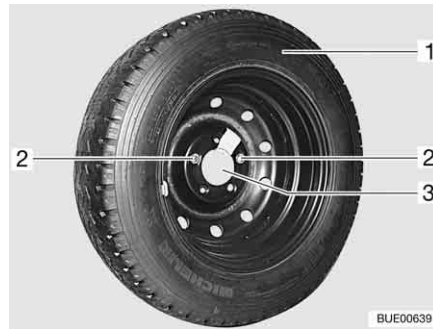

Fig. 278 Supporto per la ruota di scorta nel garage di coda
- Svitare e rimuovere entrambe le viti di fissaggio (Fig. 278,2) con la dotazione attrezzi.
- Rimuovere la ruota di scorta (Fig. 278,1) dal supporto (Fig. 278,3).